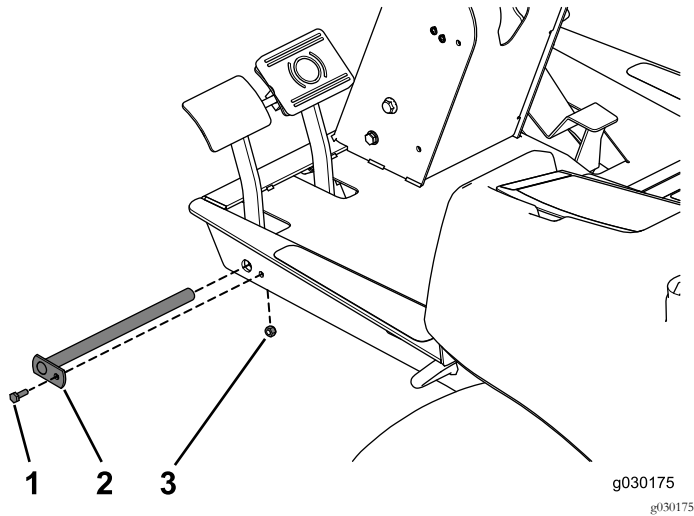

図 21
2. ボルト ¼ x ¾ インチとロックナットでピンを固定する 図 21。